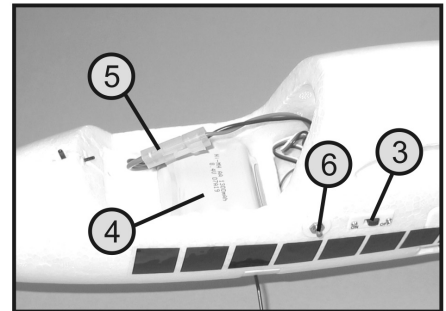

Bild 8
- Nehmen Sie zunächst den Sender in Betrieb und schalten danach mit Hilfe des Funktionsschalters (siehe Bild 8, Pos. 3) die Empfangsanlage im Modell ein.
Der Motor kann erst dann anlaufen, wenn bei eingeschalteter Empfangsanlage der Sicherheitstaster (siehe Bild 8, Pos.6) gedrückt wurde.
Bevor Sie am Modell den Sicherheitstaster (siehe Bild 8, Pos. 6) betätigen, vergewissern Sie sich, dass sich der Steuerknüppel für die Motorfunktion (siehe Bild 2, Pos. 9) in der untersten Stellung „Motor Aus“ befindet. Sollte dies nicht der Fall sein, läuft der Propeller beim Betätigen des Sicherheitstasters unverzüglich an und kann dabei Schäden verursachen.